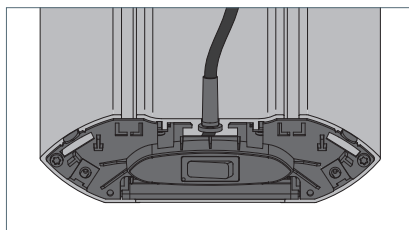

Fig. 2: Positionner la douille.
- Faites passer le câble de raccordement à travers le passe-câble et introduisez la douille dans le passe-câble, voir Fig. 2.